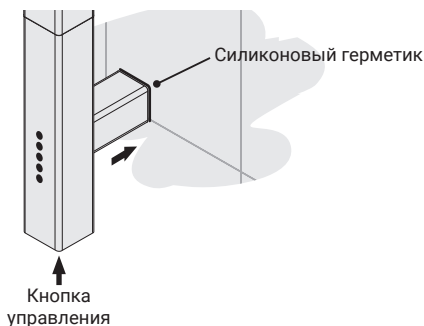

Рис.13
4.2.9. Для повышения степени защиты произвести герметизацию шва силиконовым герметиком по контуру примыкания модуля скрытого подключения и стены (рис. 13).